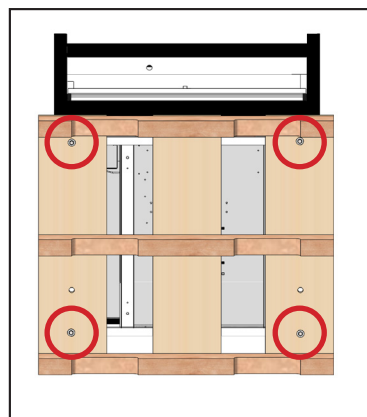

Fig. 2. Déposez tous les boulons de fixation pour le transport.
2. À l'aide d'une clé à molette, déposez toutes les vis de transport qui fixent la palette en bois au-dessous de l'armoire. Voir Fig. 2.